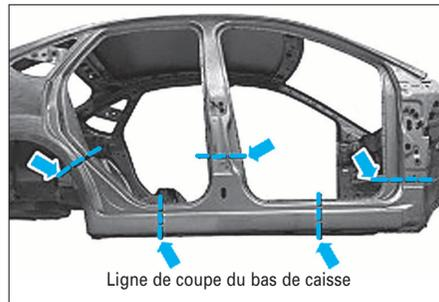

FIG. 42
- Les lignes de coupe (Fig.42) peuvent varier en fonction des dommages. La méthode de réparation suivante décrit le remplacement partiel arrière.